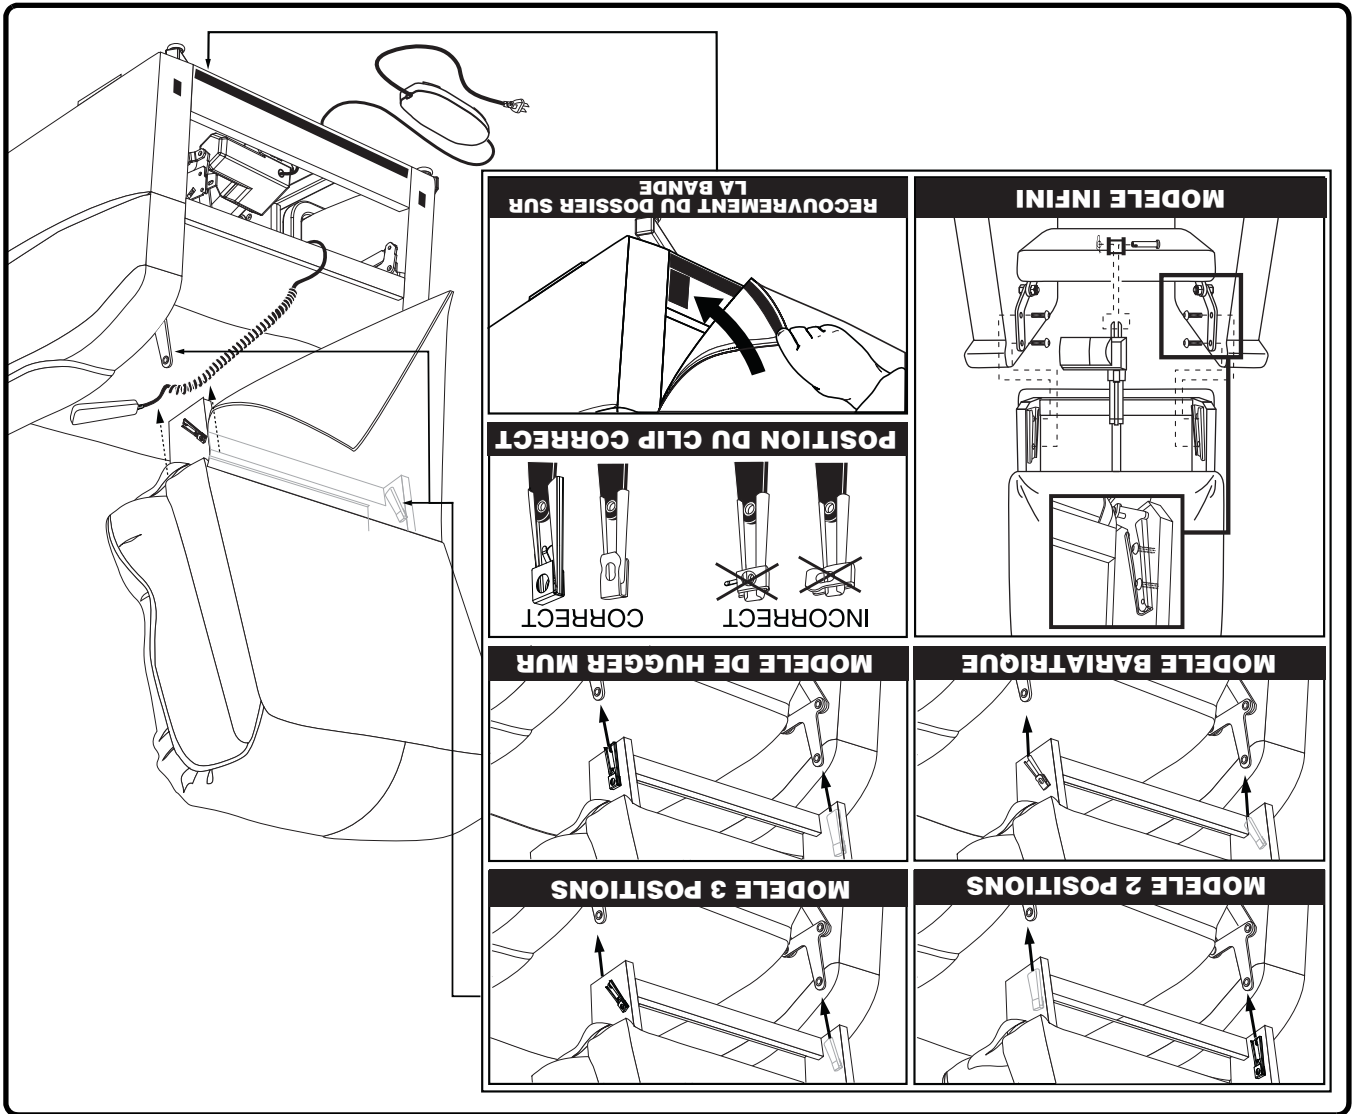

Figure 4.1 Assemblage du fauteuil auto-souleveur
**NOTE:** Si votre fauteuil auto-souleveur est le modèle *Infini*, reportez-vous aux instructions de montage fournies avec le fauteuil. Pour le modèle 2-position, les manches KD sont situés à l'intérieur comme le montre la figure 4.1.